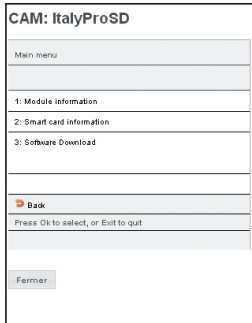

Fig. 6
- MENU COMMON INTERFACE : accès au menu common interface (activé uniquement si la CAM supporte cette fonction) (voir fig. 6) ;
La figure 6 affiche la page-écran qui s'ouvre en cliquant sur le bouton "MENU COMMON INTERFACE" : cette page affiche les informations sur le module CAM, sur la Smart Card et il est possible de télécharger la dernière version du logiciel de la CAM si elle est disponible.